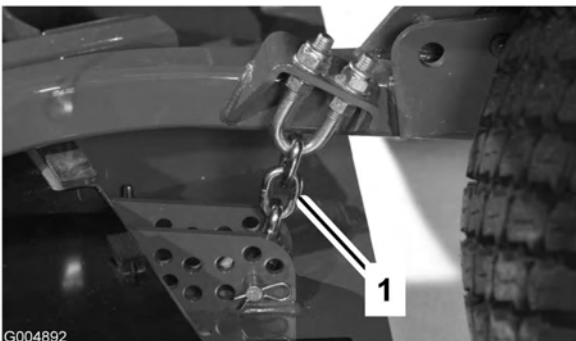

Bild 81
3. Entfernen Sie den Splint und den Lastösenbolzen, mit denen die Schnitthöhenkette an der Rückseite des Mähwerks befestigt ist (Bild 81).